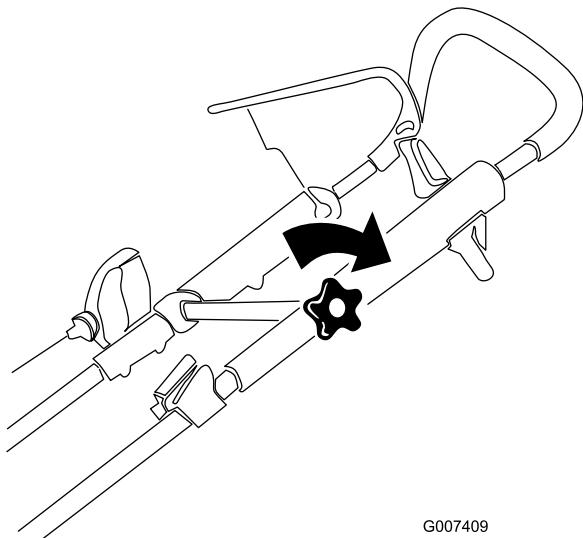

Figur 19
2. Flytta det övre handaget till önskat läge (Figur 19).